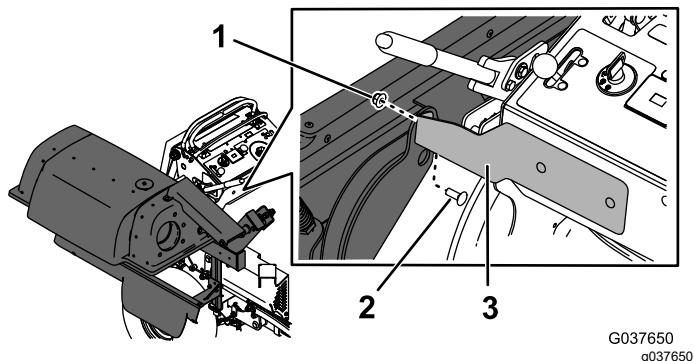

Figura 16
- Sujete el bastidor del ensacador al soporte de montaje delantero con un perno de cuello cuadrado ($\frac{3}{8}$ " x 1") y una tuerca ($\frac{3}{8}$ "), según se muestra en Figura 16.